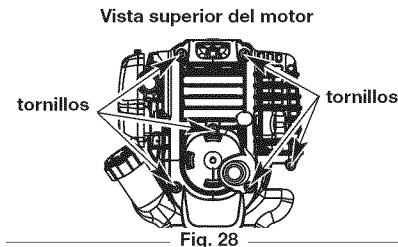

Fig. 28
1. Quite los dos (6) Tornillos de encima de la tapa del motor con un destornillador de pala o Torx #25 (Fig. 28).
4. Saque la cubierta del motor (Fig. 28).
1. Apague el motor y espere que se enfrie. Retire los seis (6) tornillos de la parte posterior de la tapa del motor con destornillador de cabeza plana o Torx No. T-25 (Fig. 28).